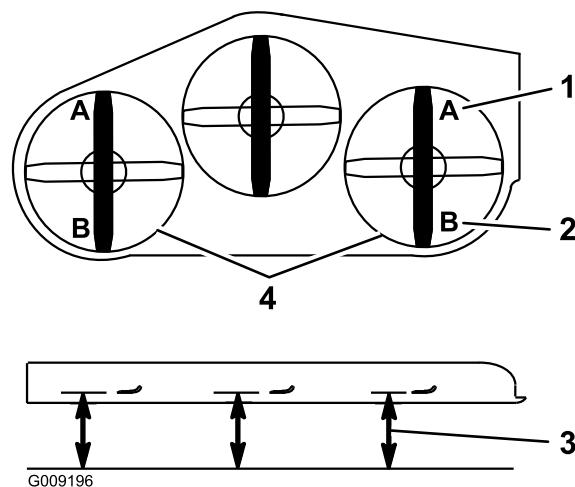

Figure 86
9. De chaque côté du tablier de coupe, mesurez la distance entre la surface plane et la pointe avant de la lame (position A). On doit obtenir un écart de 7,6 cm (3") (Figure 86).
- De chaque côté du tablier de coupe, mesurez la distance entre la surface plane et la pointe arrière de la lame (position B). On doit obtenir un écart de 8,3 cm (3 1/4") (Figure 86).